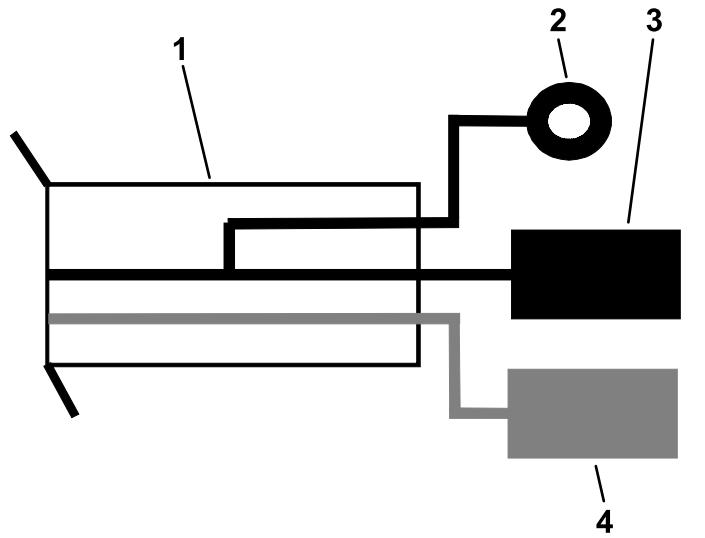

Figure 20
- Reliez le fil de masse noir au fil de masse du faisceau du kit convertisseur de courant (Figure 20).
- Reliez le fil d'alimentation rouge au fil d'alimentation du kit convertisseur de courant (Figure 20).